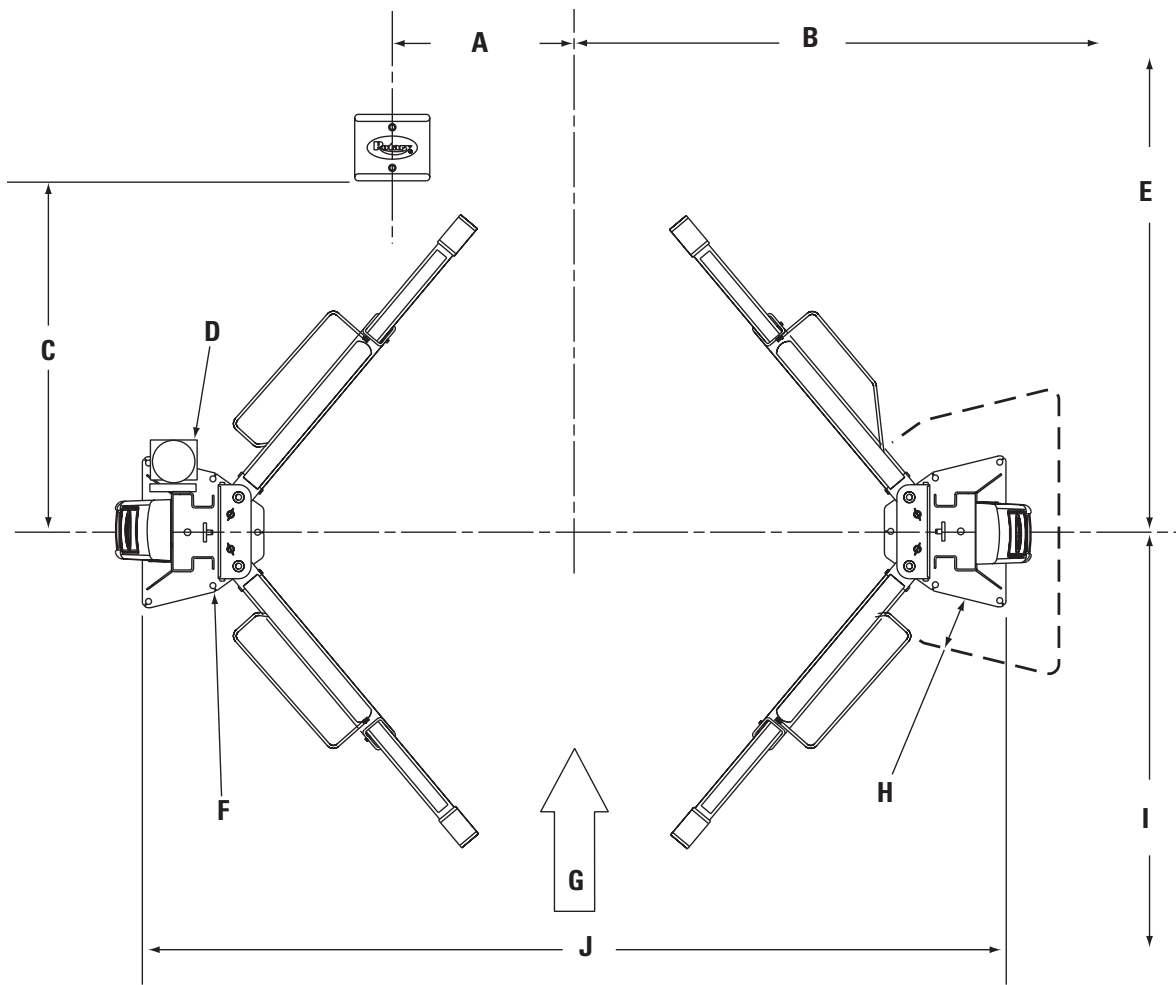
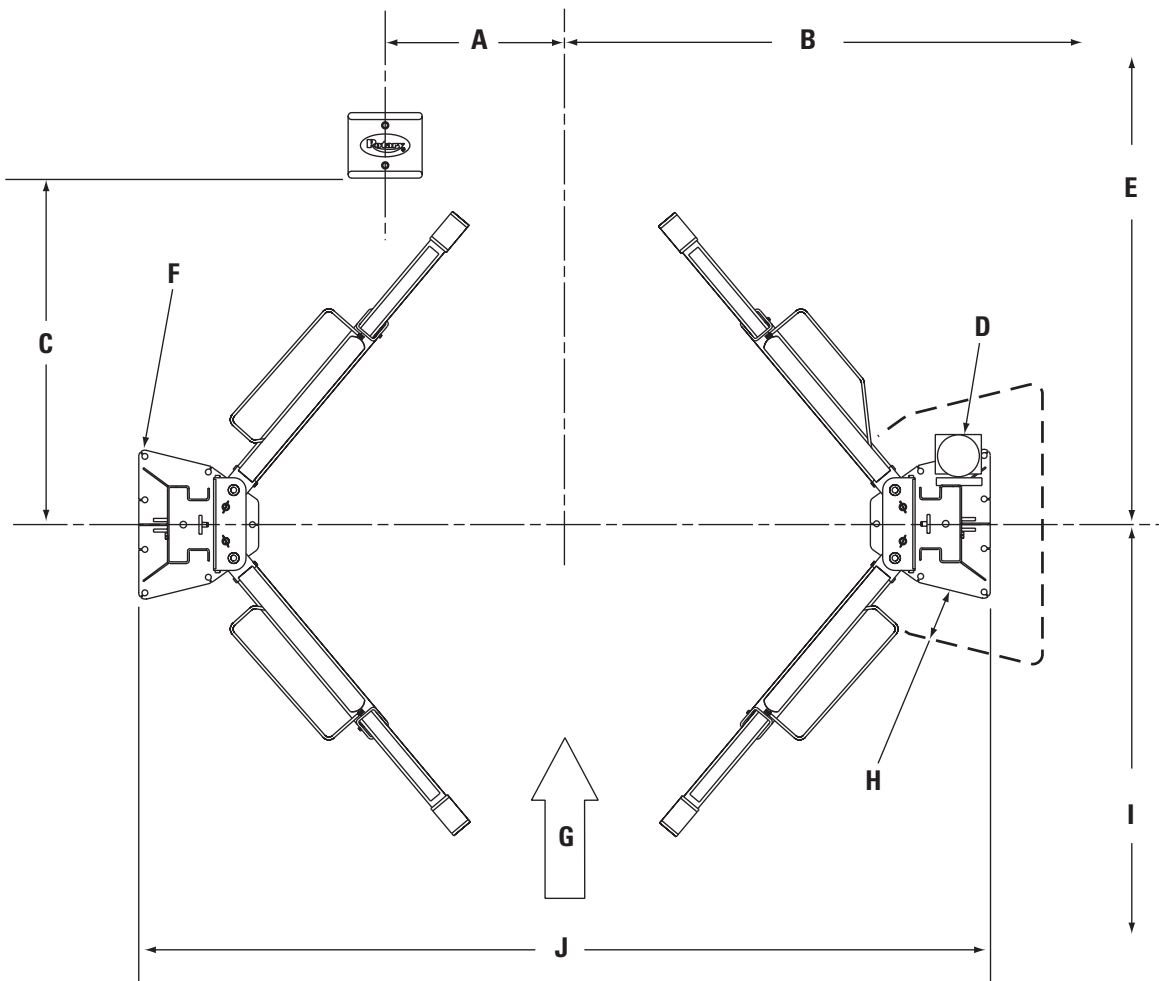

Fig. 1
Fig. 2
Figs. 1 y 2 Información
**1. Ubicación de la plataforma elevadora:** Use planos estructurales para ubicar la plataforma elevadora. La Fig. 1 y la Fig. 2 muestran las dimensiones del diseño de un compartimento típico.
**5. Ajuste del elevador:** Coloque las columnas en el compartimento basándose en las dimensiones mostradas en la Fig. 1 o Fig. 2. Con la columna apoyada en el suelo, dos personas pueden elevar la parte superior de la columna y andar hacia la base. A medida que la columna se acerca a la posición vertical, una de las dos personas debe desplazarse hacia el lado opuesto de la columna y ayudar a colocar lentamente la columna en posición recta sobre su base. Ambos cruceros principales de la placa base de la columna deben cuadrarse en el eje longitudinal del elevador. En cada placa base hay muescas que indican el eje longitudinal del elevador. Use el equipo adecuado para elevar el carro de grúa hasta la primera posición de enganche. Asegúrese de que el inmovilizador esté enganchado de forma segura.